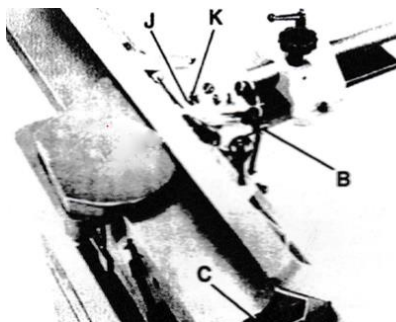

Рис. 38
8. Используя угольник (С) – Рис. 38, проверьте составляет ли внутренний угол установки ограждения 45 градусов относительно стола, как показано на Рис. 38.
9. Если необходима настройка, открутите стопорную рукоятку (В) – Рис. 38 и стопорную гайку (J). Поворачивайте регулировочный винт (K), пока угол ограждения не достигнет 45 градусов относительно стола. Затяните стопорную рукоятку (В) и стопорную гайку (J).